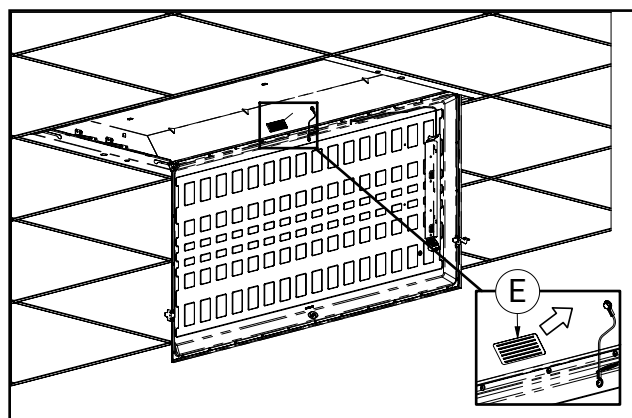

Figure 10.
10. Apposez l'étiquette (E) à l'intérieur du chemine lumineux encastré d'origine (fig. 10).